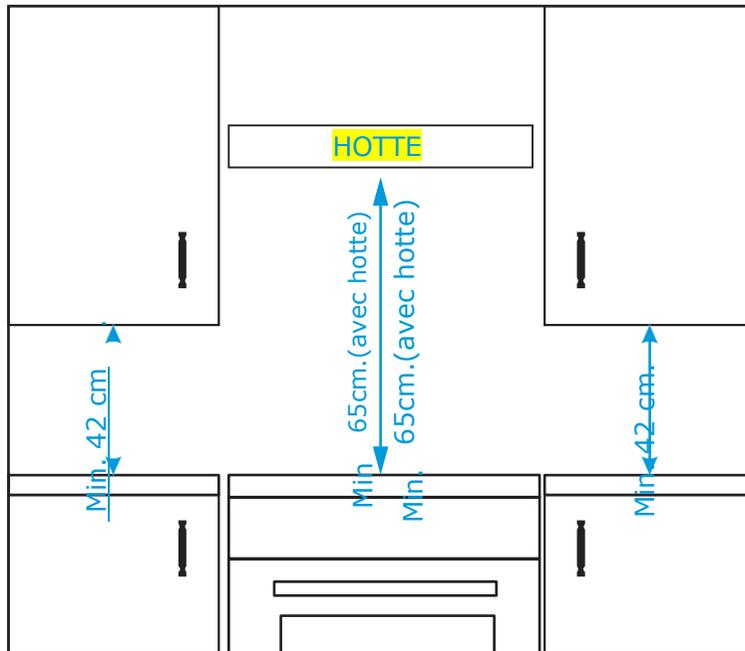

Figure 1
4. Placez les placards muraux adjacents à la hotte à une hauteur minimale de 42 cm des plaques de cuisson, comme indiqué à la figure 1.
6. Si la cuisinière est installée sous un placard mural, celui-ci doit être situé à au moins 70 cm des plaques de cuisson comme indiqué à la figure 1.
7. La découpe du placard de la cuisinière doit avoir les dimensions indiquées sur la figure 1.